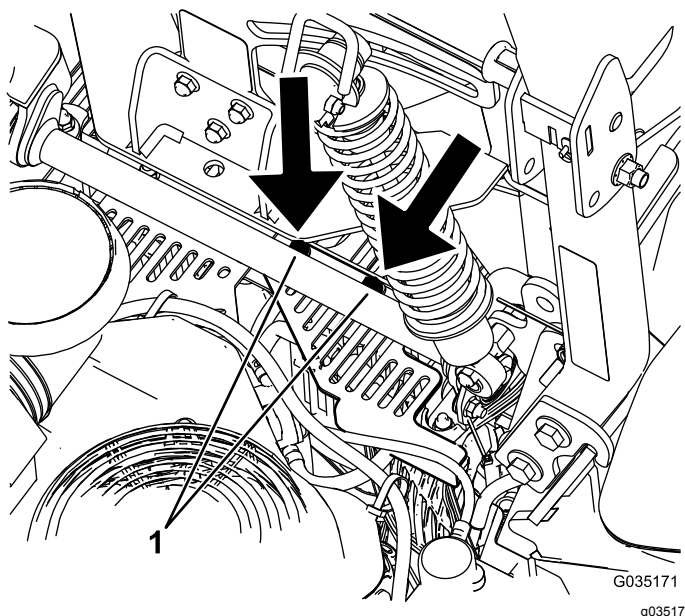

Figura 64
5. Rimuovete la copertura dell'unità idraulica togliendo i 2 dadi illustrati nella Figura 64.